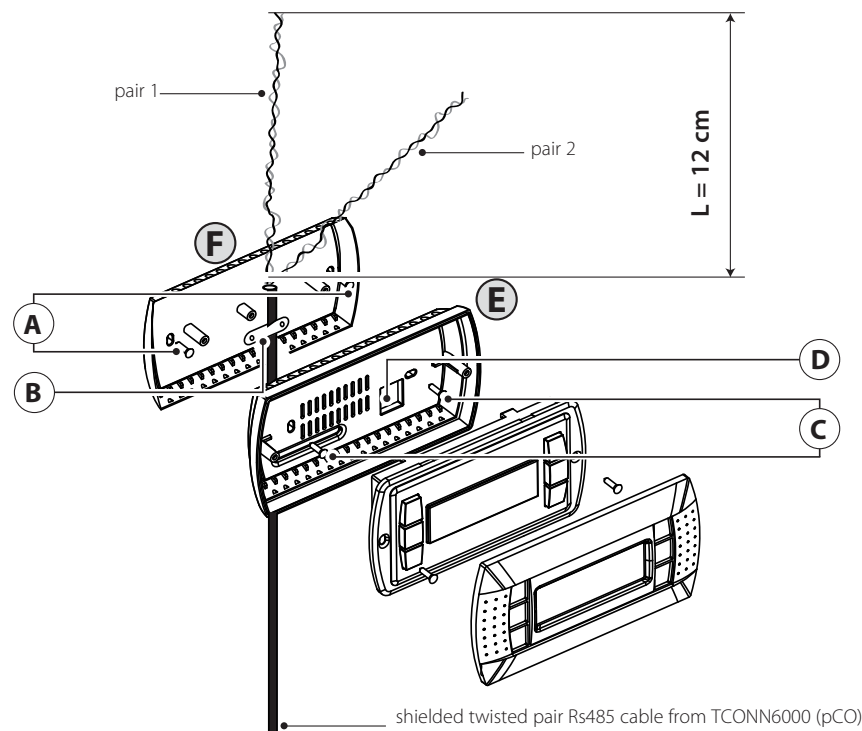

Fig. 3
Le montage de l'unité terminale PGD1010YW0 est possible également avec le câblage à «vue» en utilisant d'abord le dos du boîtier F, qui doit être fixé au mur (fig.3).
- appuyer sur la touche \downarrow jusqu'à ce que le curseur se place sur le champ xx (I/O board address) Fig. 3;
Die Montage des Bedienteils PGD1010YW0 kann auch mit "sichtbarer" Verdrahtung anhand des Rückenteils F erfolgen, das zu Beginn an der Wand befestigt wird (Fig. 3).